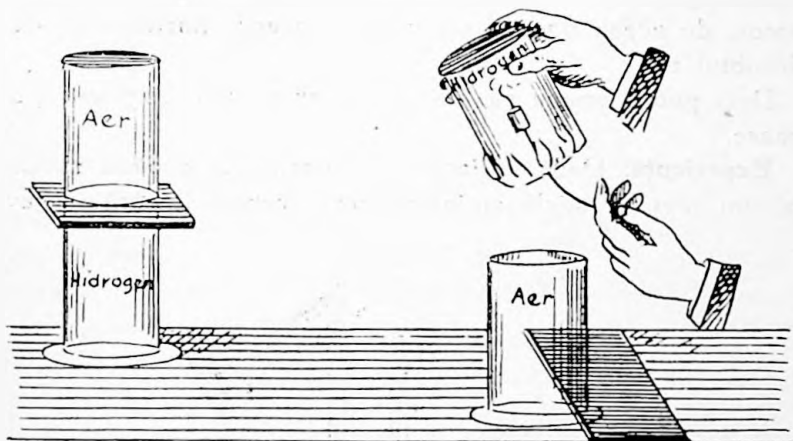

Fig. 44. — Trecerea hidrogenului dintr'un vas în altul.
**Exepriență.** Umplem un cilindru cu hidrogen și-l scoatem din baia de apă ținându-l cu gura în jos, astupat fiind cu un geam. Întoarcem cilindrul cu gura în sus și punem peste el un alt cilindru de aceeași mărime, însă cu gura în jos, în așa fel în cât să vie gură în gură. Scoatem geamul și așteptăm câțva timp. (Fig. 44).